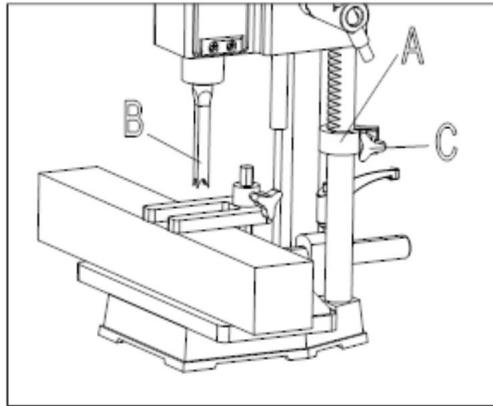

Rys. 10
Ogrodzenie (A) Rys. 10 można przesuwając do wewnątrz lub na zewnątrz, poluzowując dźwignię (B), przesuwając ogrodzenie do żądanej pozycji i dokręcając dźwignię (B). UWAGA: Dźwignia (B) jest sprężynowa i można ją zmienić, wyciągając dźwignię i zmieniając jej położenie na ząbkowana nakrętka umieszczona pod dźwignią.